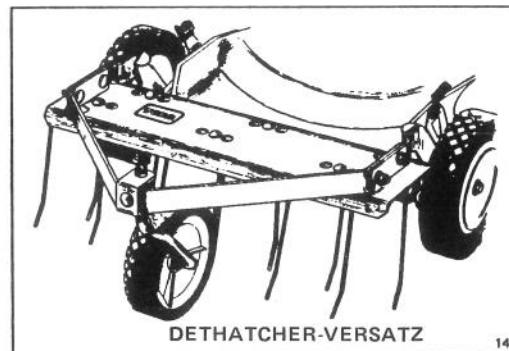

Bild 26
2. **Zinkenvorsatz-Kit, Modell Nr. 59131** – In Minuten montierbar. Vorne befestigt zwecks einfacher Manövriertbarkeit. Zinken lockern Materialanhäufungen. Für einfaches Absaugen in den Grasfangsack (Bild 26) und praktische Entleerung.